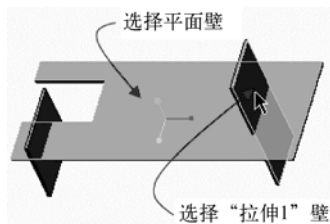
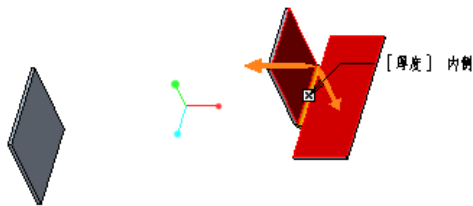

图 1-167 选择两个相交壁
图 1-168 默认的连接预览效果
(3) 选择平面壁，按住〈Ctrl〉键并选择“拉伸 1”壁，注意各相交壁的选择面如图 1-167 所示。选择好两个壁后，连接预览效果如图 1-168 所示。